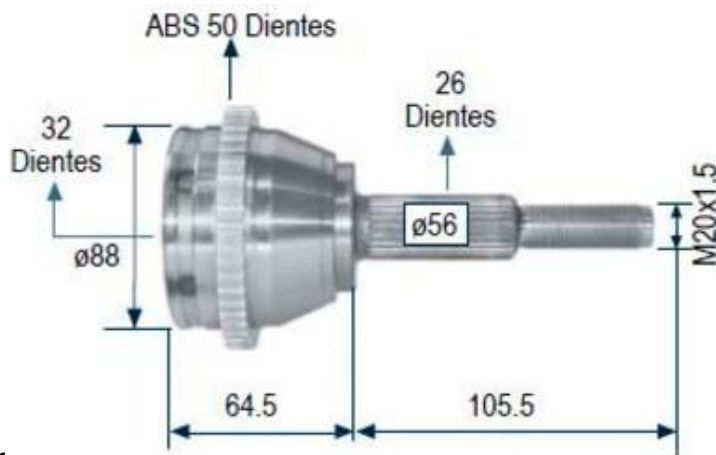

Fig. 1
- Asegurarse que el número de dientes internos y externos coincidan con la muestra. Ver fig1.
- Asegurarse que todas las medidas de la junta sean iguales. Ver fig1.